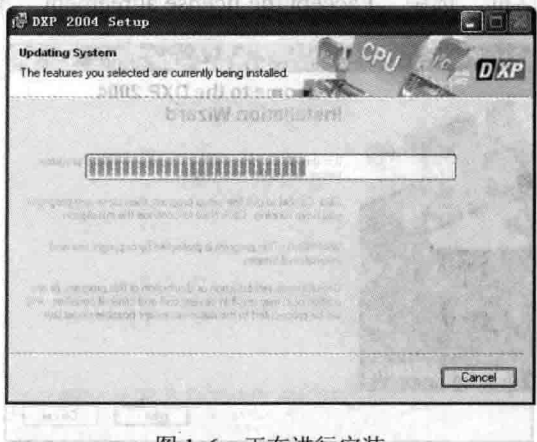

图 1-6 正在进行安装
6) 单击“Next”按钮后安装开始, 如图 1-6 所示。整个安装过程大概需要几分钟, 用户也可以随时单击“Cancel”按钮取消安装。